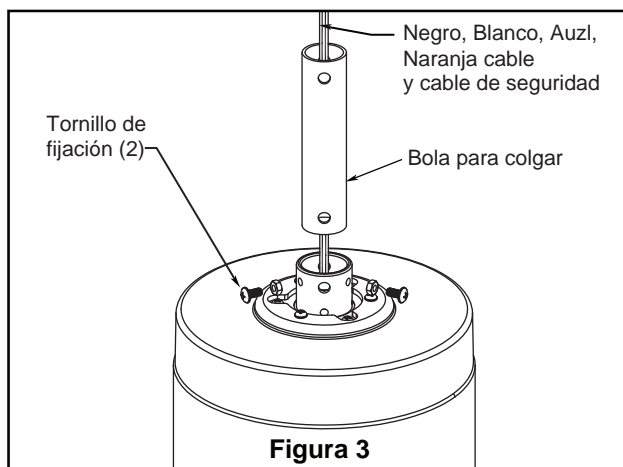

Figura 3
3. Afloje los dos tornillos de fijación del soporte del barral. Introduzca los cables de color negro, blanco, azul, naranja cable y cable de seguridad a través de la varilla. (Figura 3)